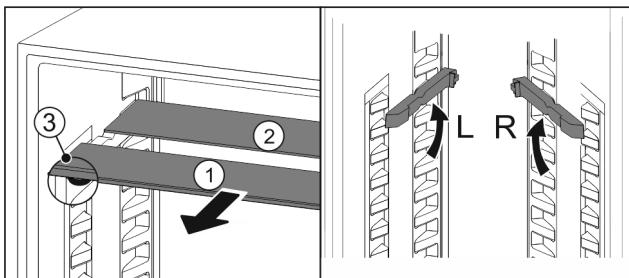

Fig. 100
- Glasplatten einzeln nach vorne herausziehen Fig. 100 (1).
- Glasplatte Fig. 100 (1) mit Zierleiste liegt vorne.
- Stopps Fig. 100 (3) zeigen nach unten.